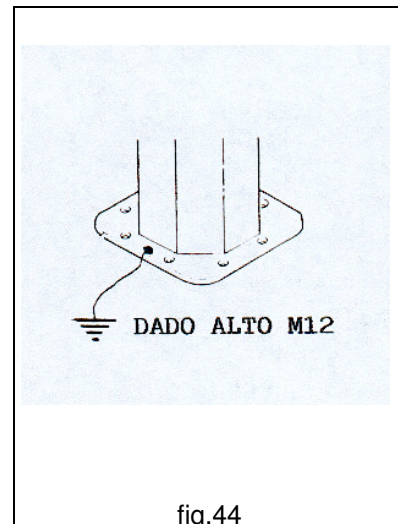

fig.44
- **Provvedere al collegamento dell'impianto di terra, alla struttura della gru, in corrispondenza dei punti di presa allo scopo previsti (fig.44).**